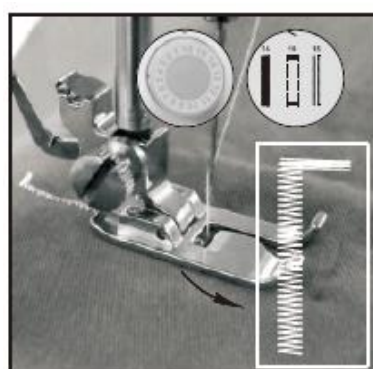

Abb. 16
- 3) Wählen Sie Stich Nr. 16, schalten Sie den Schalter ein und nähen Sie die entsprechende Knopflochlänge auf dem Kleidungsstück, schalten Sie den Schalter dann aus. Versuchen Sie in einer geraden Linie zu nähen (Abb. 16).